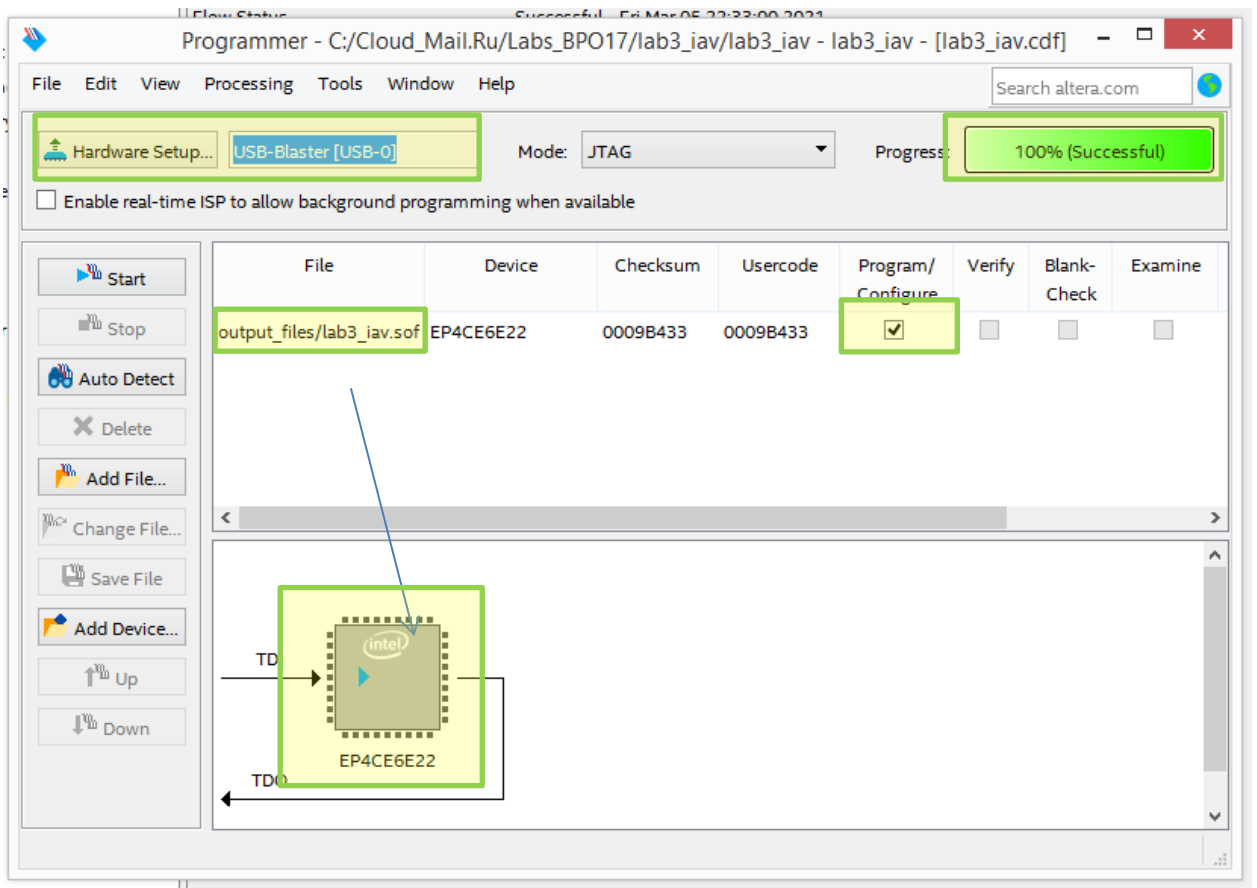

Рис.65 Окно программатора
14.3. Откройте окно программатора **Programmer** из окна **Tasks (Program Device)** или кнопкой  или **Tools->Programmer** (рис. 65).